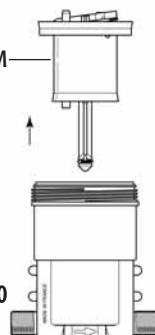

Рис. 20
- Выньте узел поршня двигателя (Рис. 20-М), потянув его вверх.